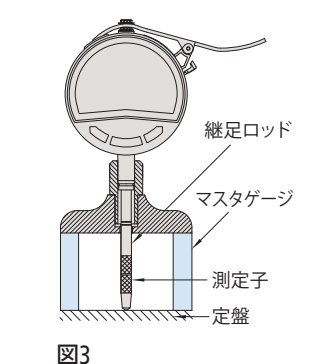

図3
- 継足ロッドを使用する場合、マスターゲージ（ゲージブロックなど）を使用して基準点合わせをしてください。（図3）